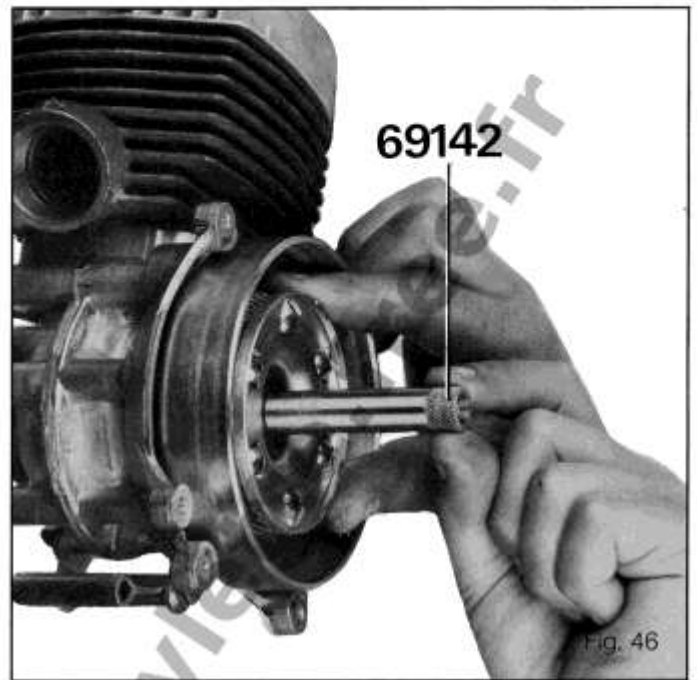

Fig. 46
- Rondelle embrevée (D).
- Entretoise (O).
- Rondelle (P).
- Entretoise (Y).
- Visser en bout de vilebrequin la douille taraudée 69142, mettre en place la poulie (A) équipée des mâchoires (*figure 46*).
*Ne pas forcer lorsque la poulie atteint le fond du tambour, la tourner dans un sens ou dans l'autre pour permettre aux tenons de la garniture (G) de pénétrer à l'intérieur des crans de la coupelle (C).*